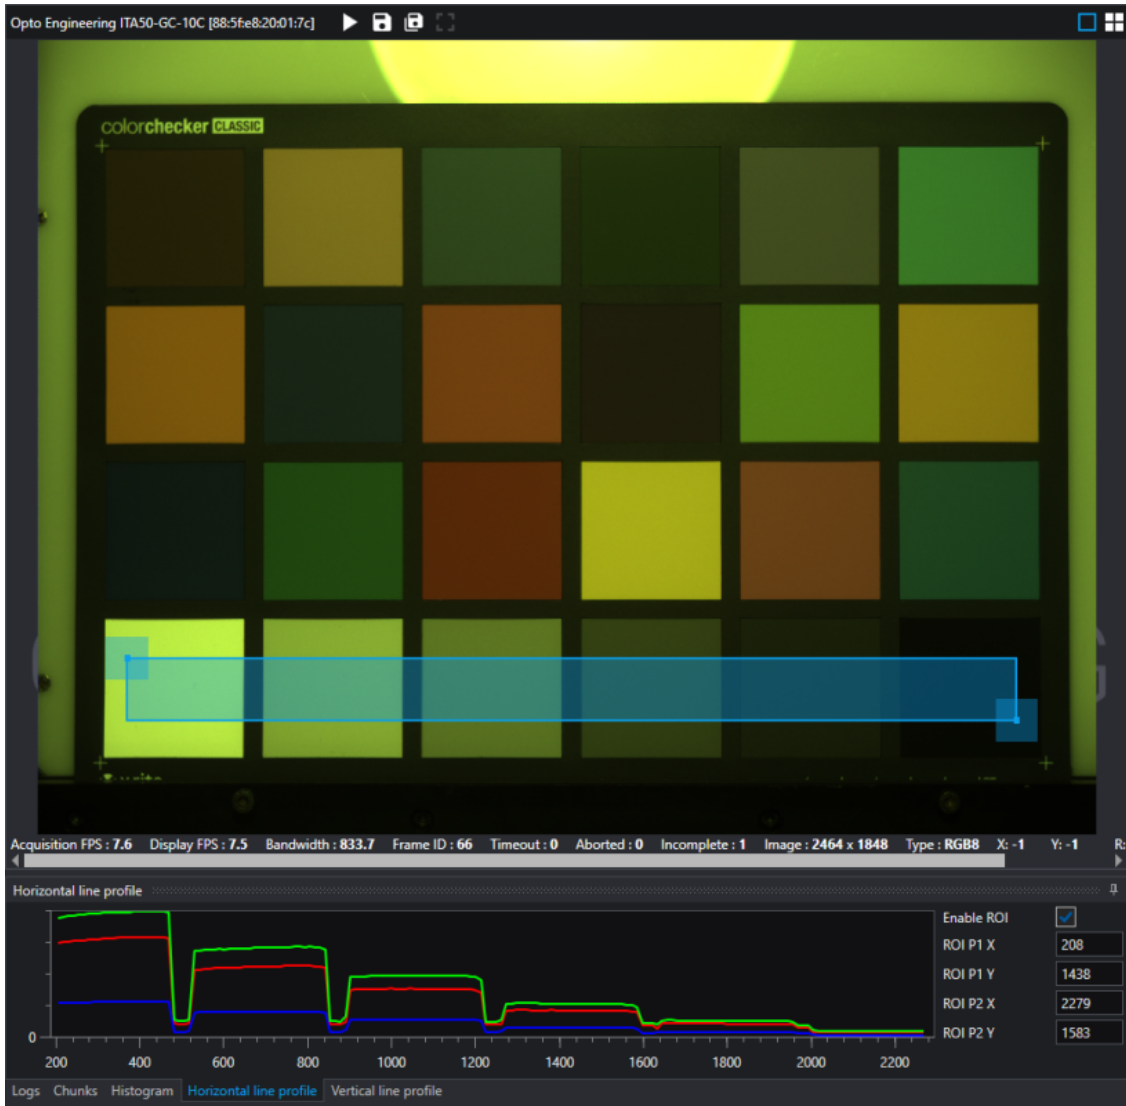

Figure 96: 色彩校准程序的第一步：设置适当的 ROI（只包括色彩检查器的灰度图块），并在水平线剖析器上显示结果。
1. 在光照合适的情况下，选择 *Horizontal line profile* 选项卡（中央下面板）并绘制一个 ROI，该 ROI 仅包括颜色检查器底部的灰度值（图 96）。